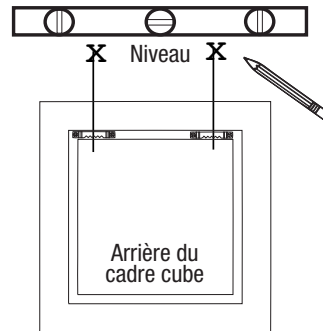

Figure 1
**ÉTAPE 1:** Choisissez les emplacements d'installation désirés et marquez l'emplacement des encoches en trou de serrure sur le mur aux intervalles appropriés. Utilisez un niveau pour vous assurer que les cubes seront bien droits, tel qu'illustré à la **Figure 1**.